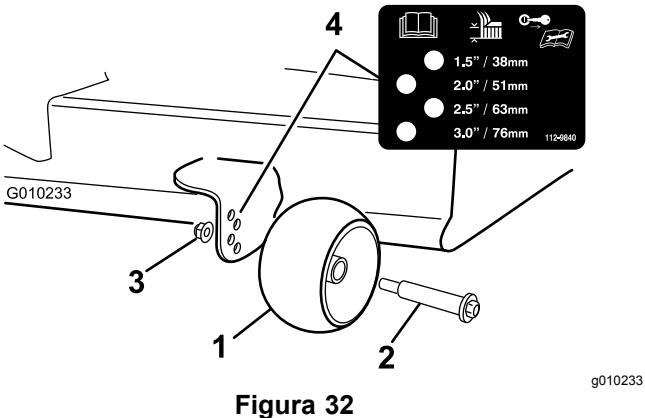

Figura 32
3. Ajuste os rolos antidanos (Figura 32) para corresponder à posição da altura de corte mais próxima.